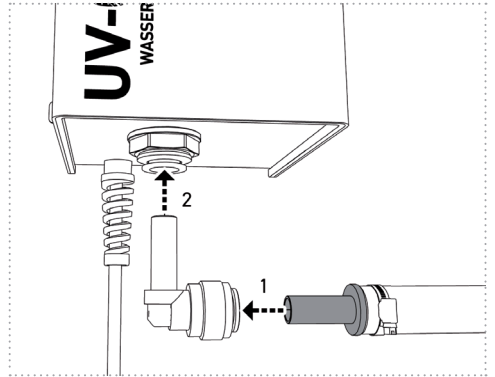

Abbildung: 10b
- b. in die im Lieferumfang enthaltenen „Einsteck-Winkel 90°“ und danach in die UV-Einheit ein (*Abbildung 10b*).